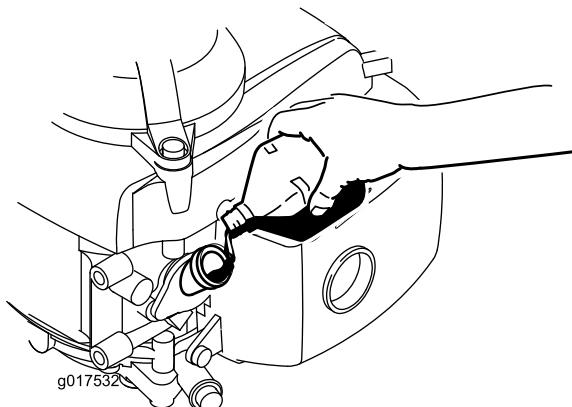

Рисунок 6
3. **Медленно** налейте масло в маслозаливное отверстие, подождите 3 минуты, после чего проверьте уровень масла масломерным щупом. Для этого вытрите щуп дочиста и вставьте его в маслозаливное отверстие, **не ввинчивая** при этом крышку в маслозаливное отверстие (Рисунок 6).